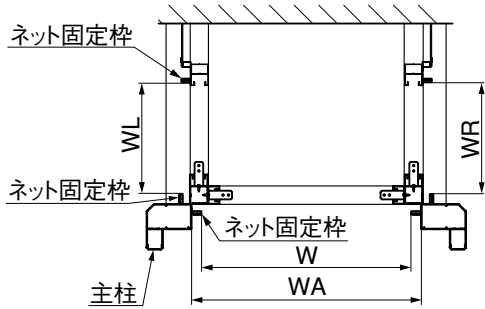
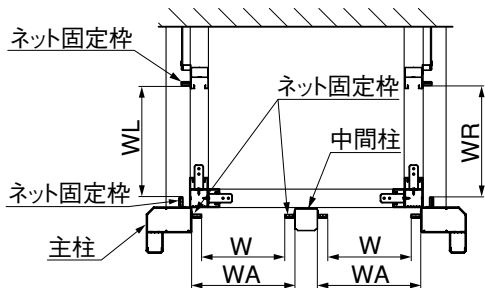

図6-6 1.5間、2.0間の場合
図6-7 2.5間、3.0間の場合
- ① ネット固定枠の縦枠と縦枠の内々寸法W、外々寸法WAを採寸してください。(図6-6、図6-7参照)
- ② 前面桁側用の横枠として、ネット固定枠を2.5間では $W-1\text{mm}$ 、1.5間、2.0間、3.0間では $W/2-0.5\text{mm}$ で切断してください。
- ③ 前面ベース材前用の横枠として、ネット固定枠Aを1.5間、2.5間、3.0間では $WA-1\text{mm}$ 、2.0間では $WA/2-0.5\text{mm}$ で切断してください。
- ④ 出幅側としてネット固定枠の縦枠と縦枠の内々寸法WR、WLを採寸して、各長さ $-1\text{mm}$ に横枠用のネット固定枠を切断してください。(図6-6、図6-7参照)